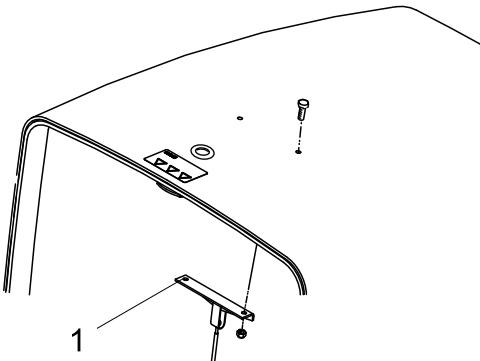

Figura 4
1. Retire e não volte utilizar os 2 parafusos e porcas que fixam o suporte do cabo à parte inferior do capot (Figura 4).